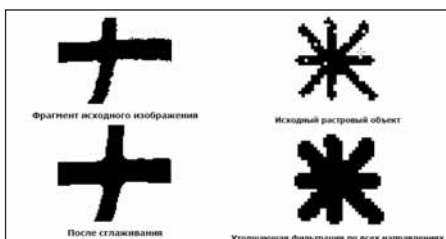

Рис. 5. Результат применения фильтров
- сглаживание, утолщение или утоньшение с помощью фильтров (рис. 5);